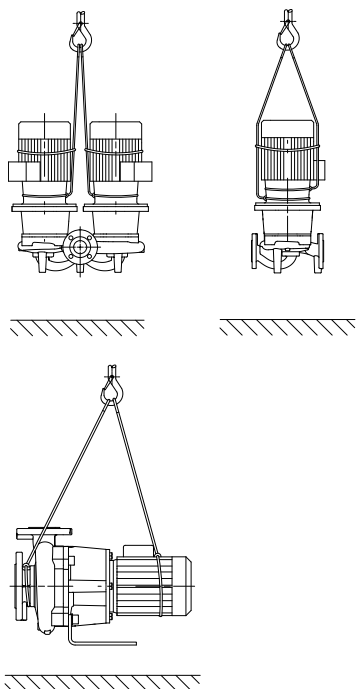

fig. 15: Imbragatura della pompa
- Gli occhioni per il trasporto sul motore servono solo per introdurre le cinghie del dispositivo di sollevamento (fig. 15).